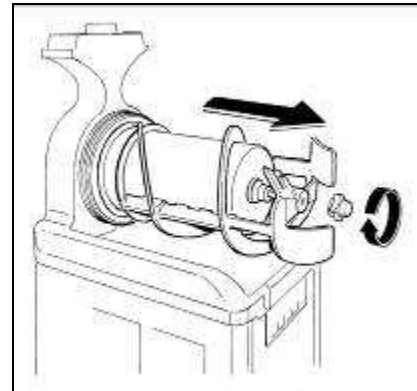

Abb. 18
- Schrauben Sie den Befestigungsmutter in Pfeilrichtung ab (Linksgewinde) und entnehmen Sie das Rührwerk und die Dichtungen (Abb. 18).